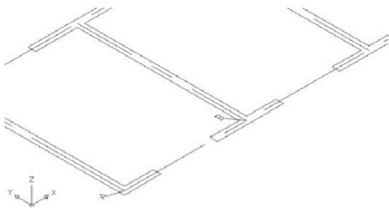
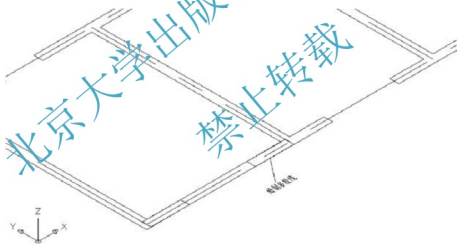

图 6.6 西南等轴测视图
图 6.7 绘制带有宽度的多段线
- (2) 执行菜单栏中的【视图】|【三维视图】|【西南等轴测】命令, 并用【窗口缩放】命令将视图调整图 6.6 所示的状态。
- (3) 打开【对象捕捉】, 并启动【多段线】命令。
- ① 在指定起点: 提示下, 捕捉图 6.6 中所示的 A 点作为多段线的起点。
- ② 在指定下一个点或 [圆弧(A)/半宽(H)/长度(L)/放弃(U)/宽度(W)]: 提示下, 输入“W”后按 Enter 键。
- ③ 在指定起点宽度<0.0000>: 提示下, 输入“240”后按 Enter 键。
- ④ 在指定端点宽度<240.0000>: 提示下, 按 Enter 键执行尖括号内的默认值“240.0000”。这样, 将多段线的宽度由“0”改为“240”。
- ⑤ 在指定下一点或 [圆弧(A)/闭合(C)/半宽(H)/长度(L)/放弃(U)/宽度(W)]: 提示下, 捕捉如图 6.6 中所示的 B 点作为多段线的终点, 按 Enter 键结束命令。结果绘制出一条宽度为 240mm 的二维多段线, 如图 6.7 所示。